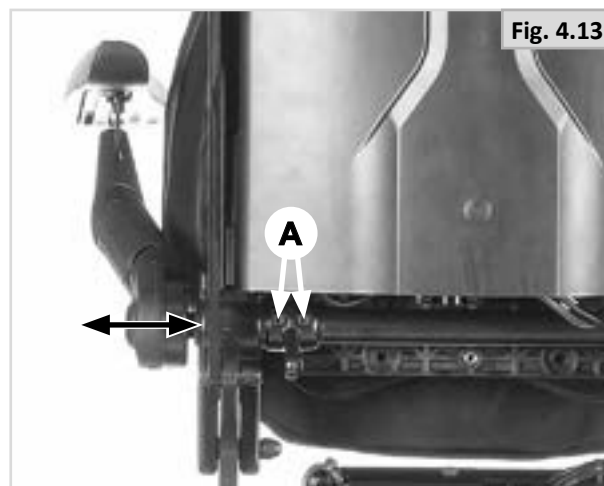

Fig. 4.13
- Skru opp de to skruene på skyverøret med en 5 mm unbrakonøkkel, slik vist i Fig. 4.13-A.